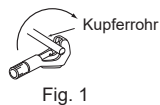

Fig. 1
- Schneiden Sie das Kupferrohr sachgemäß mit einem Rohrschneider ab. (Fig. 1, 2)